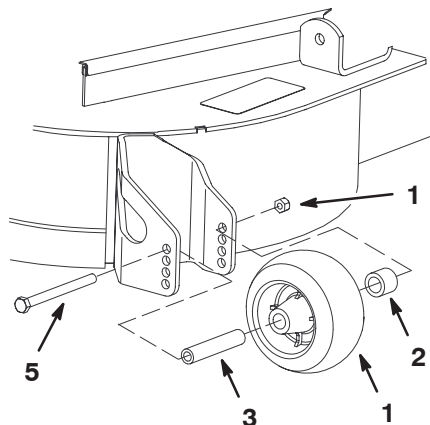

Bild 11
1. Nach dem Einstellen der Schnitthöhe sollten Sie die Rollen einstellen. Nehmen Sie die Bundmutter, die Büchse, das Distanzstück und die Schraube ab (Bild 11).
3. Setzen Sie die Bundmutter, die Büchse, das Distanzstück und die Schraube ein. Ziehen Sie sie auf 54–61 Nm fest (Bild 11).